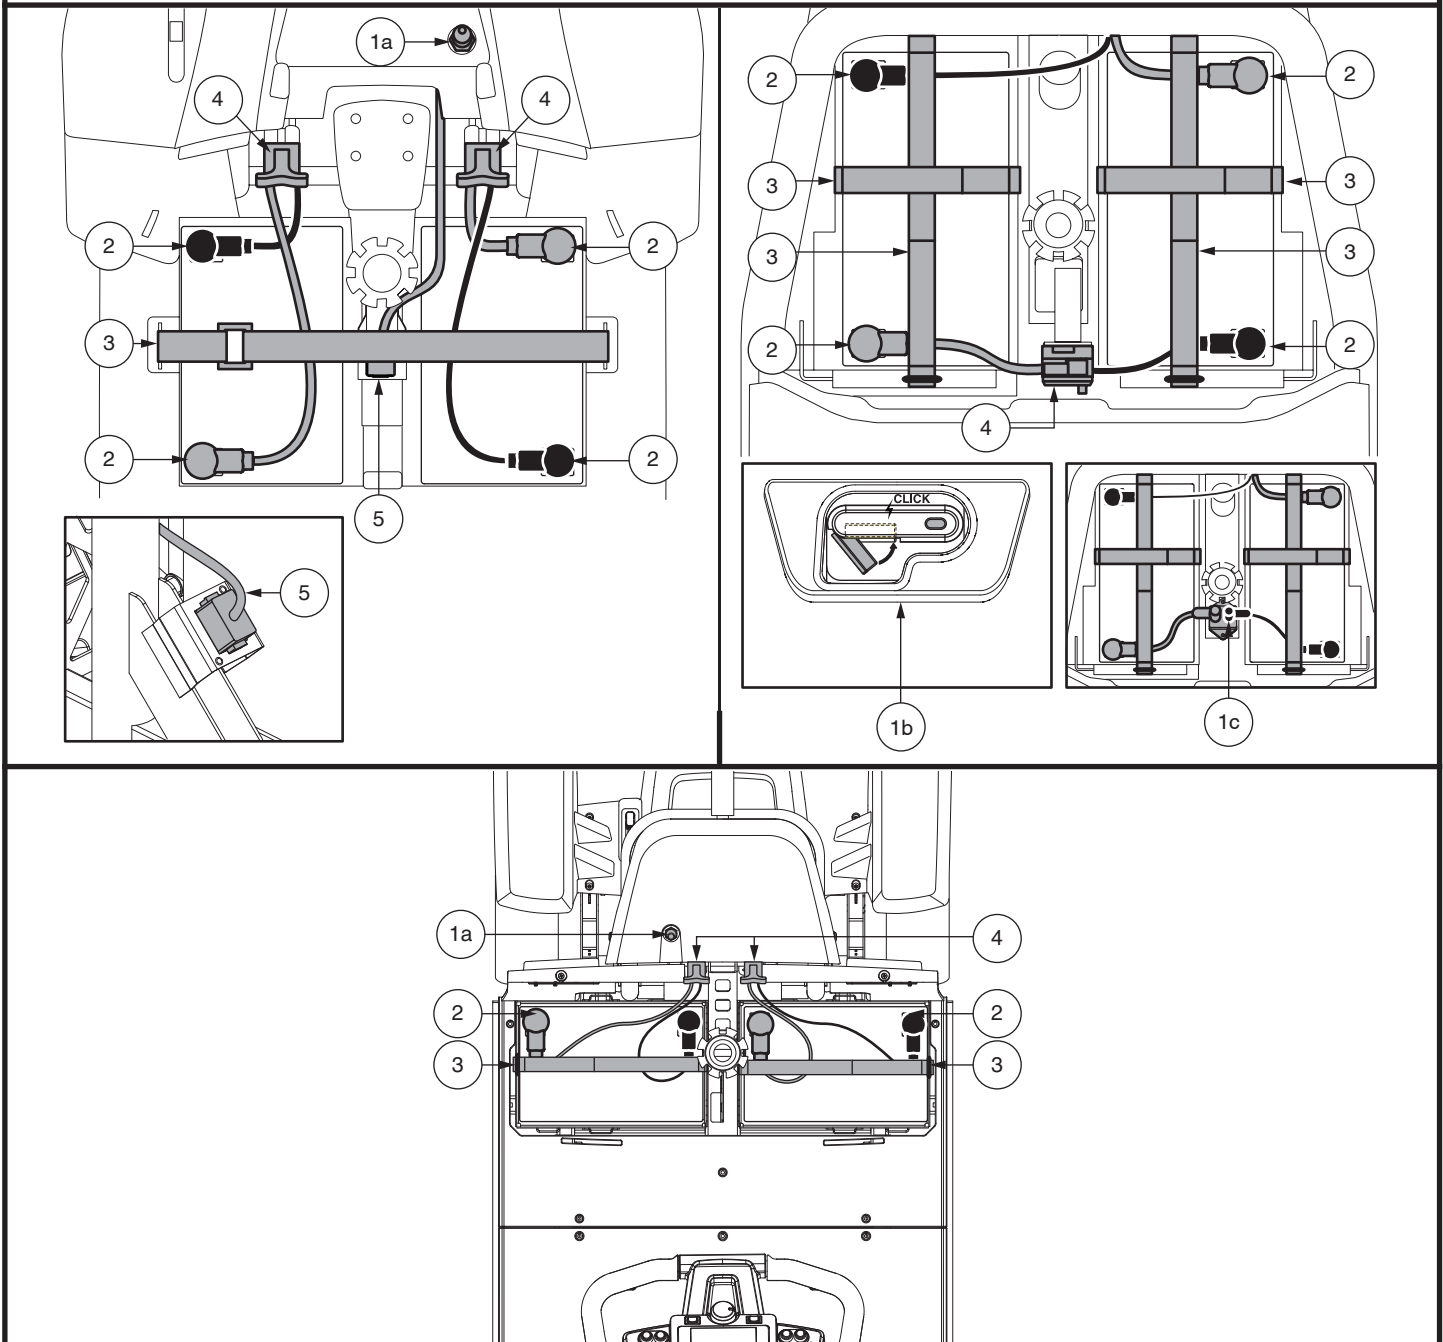

Figure 16. Enlèvement/installation des batteries et connexions
3. Pour toute les modèles SAUF 614 et 714, débrancher le faisceau d'avant en arrière. Débrancher les deux câbles de la batterie en retirant chaque faisceau de sa fiche de connexion. Voir la figure 16.
- Débranchez les câbles des bornes des batteries en soulevant la couvercles des bornes et en desserrant le boulon et l'écrou sur chaque borne. **Voir la figure 16.**
- Placez une nouvelle batterie dans chaque puits en prenant soins d'alignez les bornes de la batteries droite près du mât de siège et les bornes de la batterie de gauche loin du mât avec les bornes positive (+) et négative (-) de la batterie positionnées comme indiqué sur la **figure 16.**
**NOTE:** Les modèles 614 et 714 utilisent des sangles de fixation afin de sécuriser les batteries. Veuillez-vous référer à la figure 16 pour les procédures d'installation des sangles de la batterie.
**MISE EN GARDE!** En cas d'urgence, les batteries peuvent être rapidement déconnectées en tirant vers l'AVANT sur la sangle de déconnexion d'urgence de la batterie. Faites attention. Sachez que couper l'alimentation du scooter peut provoquer un arrêt brusque du scooter. Pour libérer l'arrêt d'urgence et restaurer la capacité de conduite du scooter, retirez le siège et le carénage de la batterie, puis rebranchez le connecteur de la batterie comme illustré à la Figure 16.